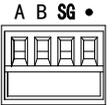

图 3-2 TBN 方式
**网络类型：**OMMS：一屏一机、一屏多机（图 3-1）；TBN：多屏一机，多屏多机（图 3-2）。用户根据实际情况选择。